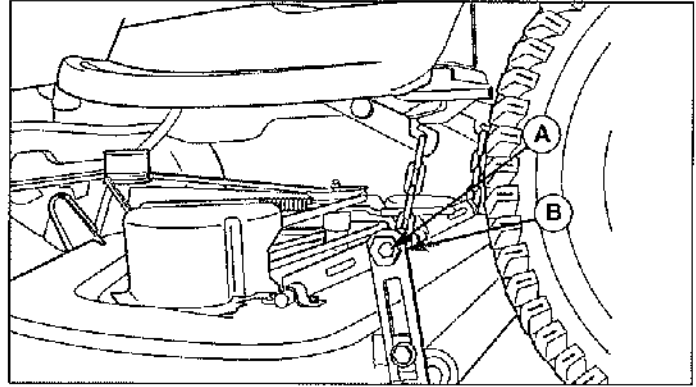

Figure 57. Mise à niveau latérale de la tondeuse - Modèles d'écrous excentriques
5. Voir la figure 57. Desserrer l'écrou extérieur (A). Tourner l'écrou excentrique (B) pour relever ou abaisser le côté gauche de la tondeuse. Une fois la tondeuse de niveau, maintenir l'écrou excentrique tout en serrant l'écrou extérieur.